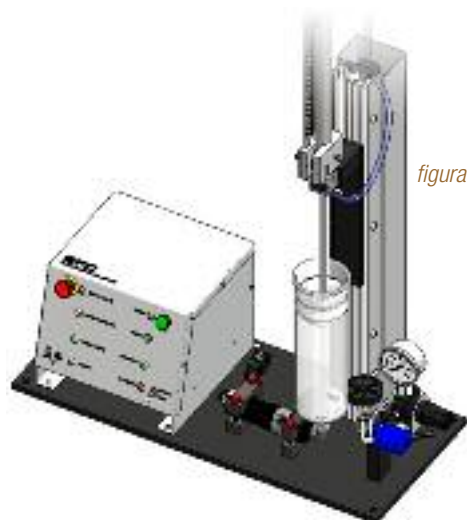

figura 7
20. Estenda o cilindro manualmente até tocar o pistão no cartucho cheio figura 7.